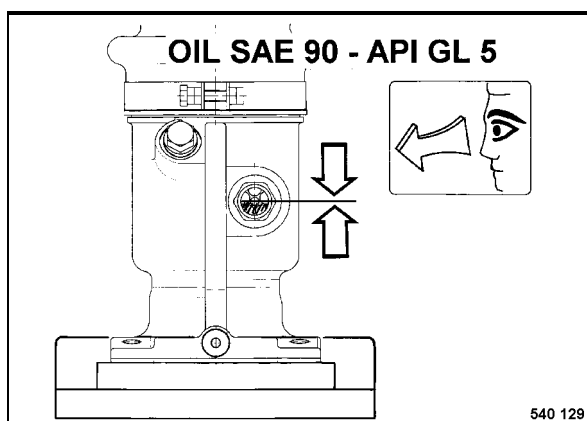

Fig. 38
- Limpiar el cristal de observación (Fig. 38).